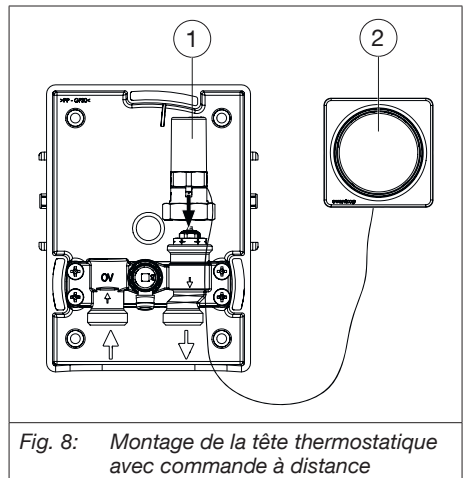

Fig. 8: Montage de la tête thermostatique avec commande à distance
3. Visser le piston de commande (voir Fig. 8 en page 39 (1)) sur le robinet. Diriger le tuyau capillaire vers le bas.